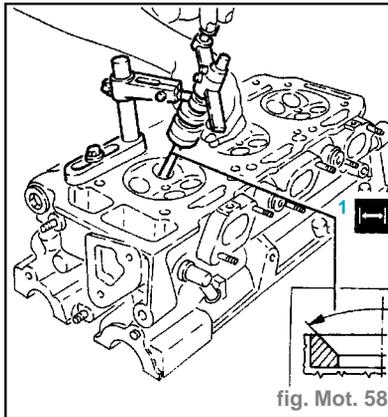

fig. Mot. 58
- Rectifier les sièges des soupapes pour les amener aux dimensions prescrites (1) (fig. Mot.58) :